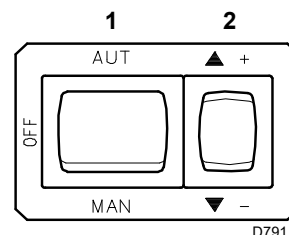
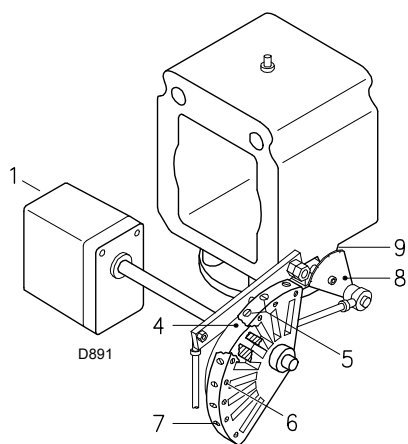
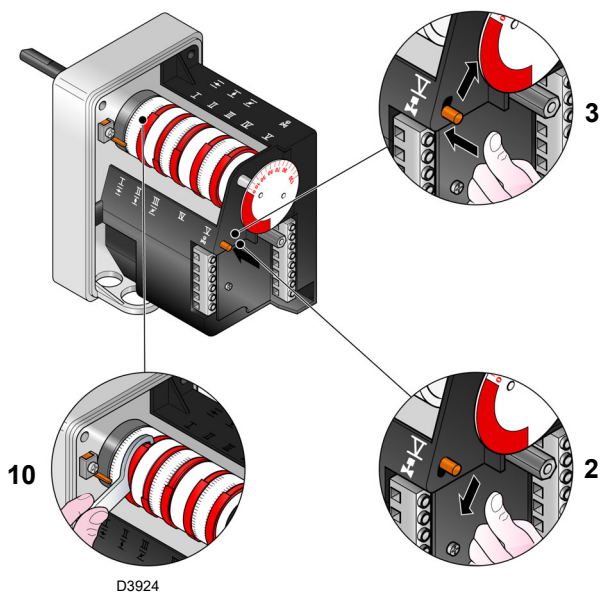
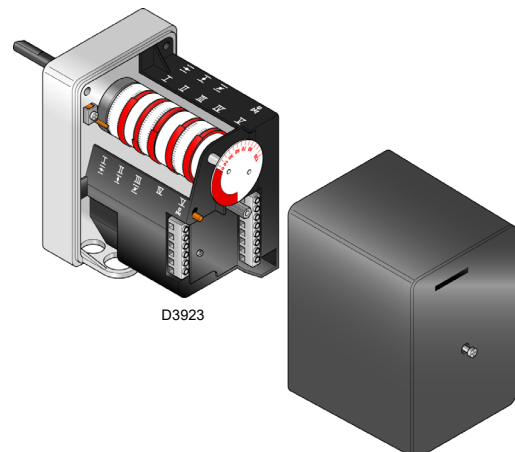

Abb. 31
Abb. 32
Abb. 33
Abb. 34
Die Thermostate/Druckwächter schließen und den Schalter 1)(Abb. 31) auf „MAN“ stellen.
Die Einstellung der Luft erfolgt durch Verändern des Winkels des Nockens III) (Abb. 34, auf Seite 27) und mithilfe des Wahlschalters 2)(Abb. 31, auf Seite 25).
Für die Einstellung des Nockens des Stellantriebs siehe Abb. 33.
In der vorstehenden Beschreibung wurde der Brenner nicht abgeschaltet und bei MIN. Leistung betrieben. Drücken Sie nun die Taste 2)(Abb. 31, auf Seite 25) „Erhöhen der Leistung“ und halten Sie sie so lange gedrückt, bis der Stellantrieb die Luftklappe und die Gasdrossel geöffnet hat.
Die Einstellung der Luft erfolgt durch Verändern des Winkels des Nockens I) (Abb. 34, auf Seite 27) und mithilfe des Wahlschalters 2)(Abb. 31, auf Seite 25).
Legende (Abb. 32)
Die MIN. Leistung ist innerhalb des Regelbereichs, der auf Seite Abb. 2, auf Seite 8 angegeben ist, zu wählen. Drücken Sie die Taste 2)(Abb. 31, auf Seite 25) "Verringern der Leistung" und halten Sie sie gedrückt, bis der Stellantrieb (Abb. 33) die werkseitige Einstellung erreicht hat.
Ändern Sie schrittweise das Ausgangsprofil des mechanischen Nockens 4) Abb. 32 durch Drehen der Schrauben 5)(Abb. 32).
Bringen Sie die Leistung durch Drehen der Schrauben 5) des mechanischen Nockens (Abb. 32) wieder auf 800 kW und prüfen Sie die Emissionen.
Die Einstellung erfolgt durch Änderung des Winkels des Nockens III) des Stellantriebs (Abb. 34, auf Seite 27) und mithilfe des Wahlschalters 2)(Abb. 31, auf Seite 25).
Für die eventuelle Einstellung des Nockens III) siehe Abb. 33.
Den Übergang von einer Position zur nächsten erhält man, indem die Taste 2) am Zeichen (+) oder (-) gedrückt bleibt (Abb. 31, auf Seite 25). Üben Sie leichten Druck auf die Taste 2) (Abb. 31, auf Seite 25) "Erhöhen der Leistung" in der Weise aus, dass der Stellantrieb eine Drehung von ca. 20° vornimmt, siehe Skalenindex des Stellantriebs (Abb. 32, auf Seite 26) und Skalenindex der Luftklappen 5) (Abb. 32 auf Seite 26).
Schrauben Sie die Schraube 5) des vorher ausgewählten mechanischen Nockens (Abb. 32, auf Seite 26) ein- oder aus, um den Gasdurchsatz zu erhöhen oder zu verringern und ihn so an den entsprechenden Luftdurchsatz anzupassen, um eine optimale Verbrennung zu erzielen.
Schalten Sie den Brenner über den Schalter 1) (Abb. 31, auf Seite 25) ab, OFF-Stellung, entriegeln Sie den mechanischen Nocken I) (Abb. 34, auf Seite 27) um die Zahnräder des Stellantriebs zu trennen, drücken und verschieben Sie dazu die Taste 3) (Abb. 33, auf Seite 26) und prüfen Sie mehrmals durch manuelles Drehen des mechanischen Nockens I) (Abb. 33) nach vor und zurück, ob die Bewegung sanft und reibungsfrei abläuft.
Es empfiehlt sich den mechanischen Nocken 5) (Abb. 32 auf Seite 26) wieder am Stellantrieb zu verriegeln, schieben Sie dazu die Taste 3) (Abb. 33, auf Seite 26) nach oben.
- 6s:** Start des Stellantriebs: dreht um 130° nach rechts bis der Kontakt am Nocken I (Abb. 34, auf Seite 27) auslöst. Die Luftklappe positioniert sich auf der MAX. Leistung.
- 80s:** Der Stellantrieb dreht nach links bis auf den am Nocken III (Abb. 34, auf Seite 27) für die MIN. Leistung eingestellten Winkel.
- 112s:** Die Luftklappe und die Gasdrossel positionieren sich auf der MIN. Leistung (mit Nocken III) (Abb. 34, auf Seite 27) auf 30°.